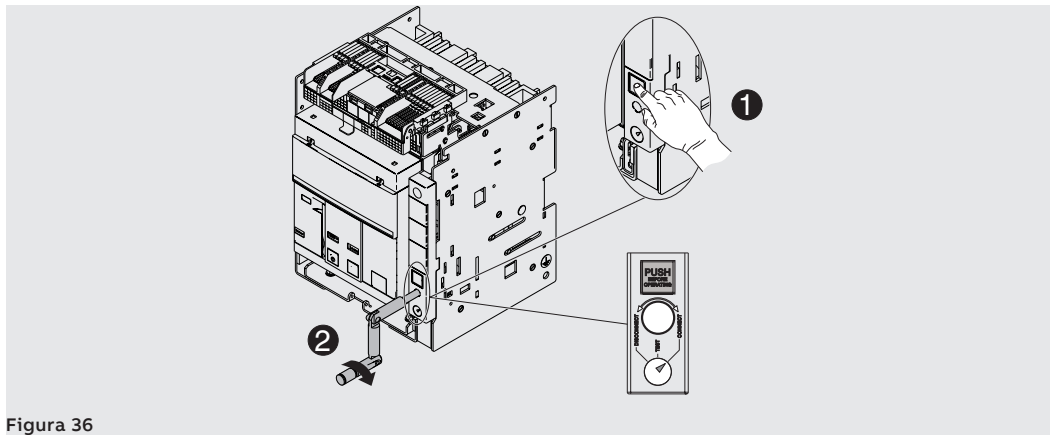

Figura 36
7. Premere il pulsante di blocco dopodichè ruotare la manovella in senso orario sino a quando il pulsante fuoriesce ed il segnalatore indica che l'interruttore è in posizione **CONNECT**. Vedi Figura 36.